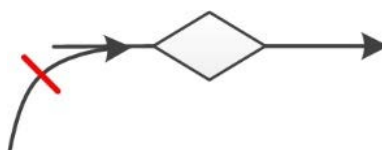

Рисунок 2. Расположение оборудования системы FlowPlus перед ПВП
1) Оборудование системы FlowPlus находится перед ПВП, на котором производится оплата проезда (рис. 2)
При установке оборудования FlowPlus перед ПВП, на котором проводится оплата (см. рис. 2), алгоритм работы системы следующий: